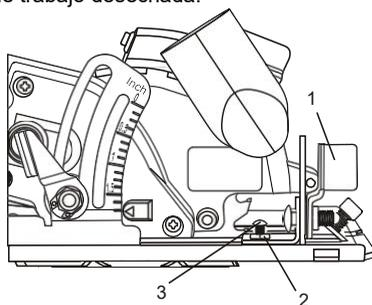

Fig. 4
1. Afloje la palanca de bloqueo de bisel (1) y gire la placa de suela hacia la marca de 0° tanto como sea posible; apriete la palanca de bloqueo del ángulo de bisel (Fig. 4).
3. Si el corte de prueba no es de 90 °, gire la tuerca de bloqueo de ajuste de cero (2) en sentido antihorario aproximadamente ¼ de vuelta con una llave de 7 mm.
4. Use un destornillador #2  para girar hacia adentro o hacia afuera el tornillo de ajuste de bisel cero (3) hasta que la sierra esté cortando a 90 ° cuando la placa base está en contacto con el tornillo de ajuste.